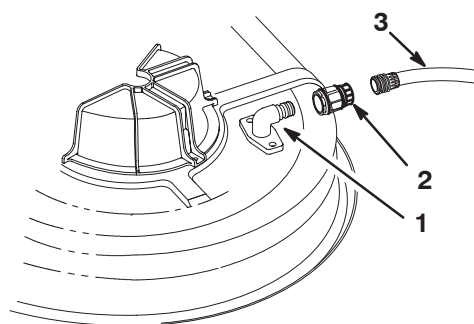

Figure 46
- Vissez le raccord du tuyau à l'embout de lavage du carter de tondeuse et ouvrez l'eau en grand (Fig. 46).